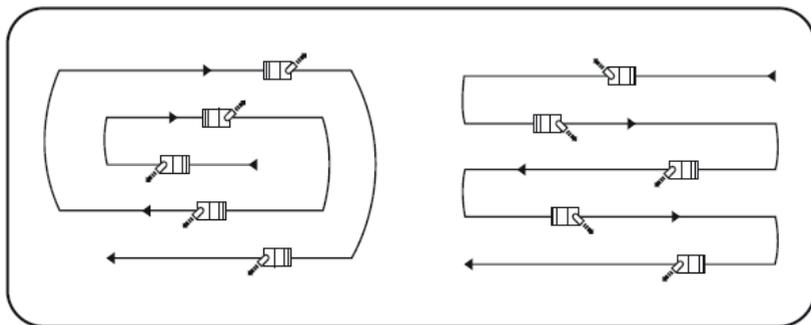

Рис. 12
- Начните очистку рядом с электрической розеткой и двигайтесь согласно схеме (Рис. 12).